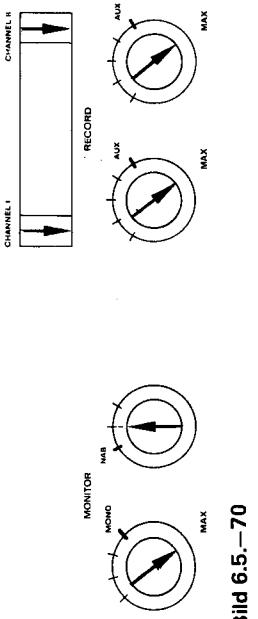

Bild 6.5.-70
– Bedienungselemente nach Bild 6.5.-70 einstellen.
- Mit Justierschraube B (Bild 6.5.-67) auf Maximum (scharf) Ausgangsspannung einstellen. (langsam verstehen, Anzeigeverzögerung)